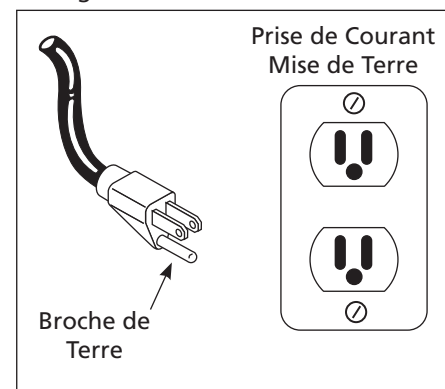

Figure 4 - Méthode de mise à la terre
1. Ce produit est conçu pour l'utilisation d'un circuit de 120 volts et a une fiche de mise à la terre comme celle indiquée sur la Figure 4. Assurer que le modèle est branché à une prise de courant qui a la même configuration que la fiche. Ce produit doit être mis à la terre. Dans l'événement d'un court-circuit, la mise à la terre diminue le risque de secousse électrique en fournissant un fil d'échappement pour le courant électrique. Ce produit est équipé avec un cordon qui a un fil de terre avec une fiche de terre. La fiche doit être branchée dans une prise de courant qui a été installée et mise à la terre correctement en respectant tous les codes et règlements locaux.